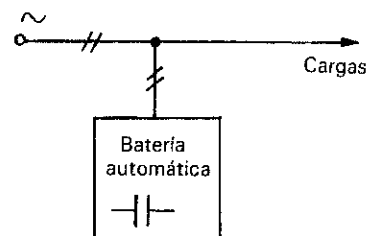

Figura 13.33. Compensación central de potencia reactiva mediante batería automática de condensadores.
b) Compensación central: Se conecta una gran batería de condensadores en paralelo con la línea general para compensar la potencia reactiva de todo el conjunto de la instalación eléctrica (Figura 13.33). Como la potencia reactiva a compensar de la instalación depende de las cargas que estén conectadas en cada momento, se hace necesario la utilización de baterías automáticas de condensadores que sean capaces de conectar y desconectar escalonadamente grupos de condensadores. Al dispositivo que es capaz de medir en todo momento el FP de la instalación y conecta automáticamente los condensadores necesarios, se le conoce por el nombre de regulador de potencia reactiva.